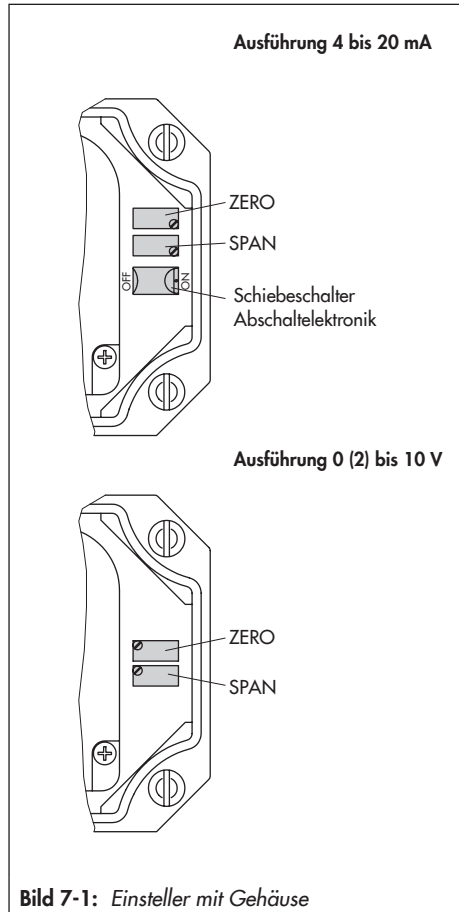

Bild 7-1: Einsteller mit Gehäuse
1. Gehäusedeckel abschrauben, damit die auf der Leiterkarte befindlichen Einsteller ZERO für Nullpunkt und SPAN für Endwert (Spanne) zugänglich sind, vgl. Bild 7-1.